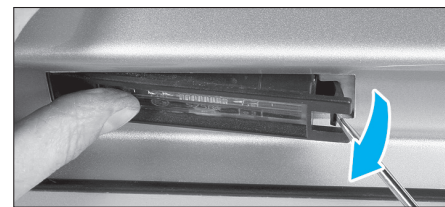

FIG. 71
- Extraire les éclairages de plaque puis les débrancher (fig. 71).